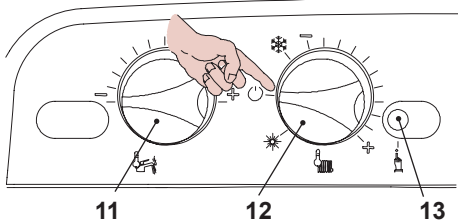

Рисунок 5.65
- Чтобы выйти из режима программирования, установите переключатель функций / регулятор температуры отопления 12 так, как показано на рисунке Рисунок 5.65.